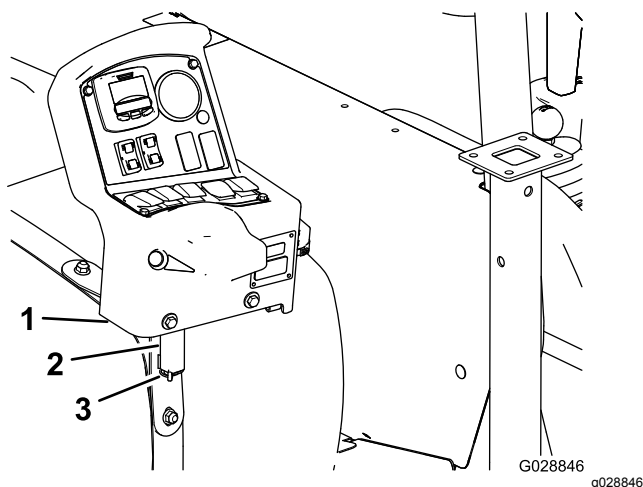

Figure 6
2. Alignez l'axe de pivot de la console de commande sur le support de rangement situé sur la sangle avant de la cuve (Figure 6).
3. Fixez la console au support et fixez l'axe de pivot au support avec la goupille fendue (Figure 6).